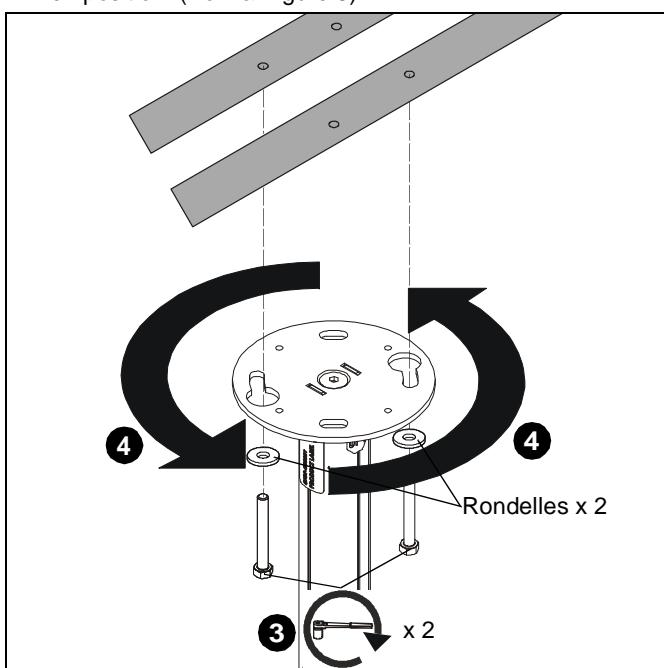

Figure 5
- Installez librement deux vis tire-fond de 8 mm x 7 mm (5/16" x 2-3/4") (minimum) (non incluses) dans deux rondelles de 8 mm (5/16") (non incluses) dans les coins opposés de trous percés dans les contreventements transversaux des montants en bois. (Voir la Figure 5)
- Placez la plaque pour plafond jusqu'au plafond et tournez jusqu'à ce que les vis tire-fond fixent la plaque en position. (Voir la Figure 5)